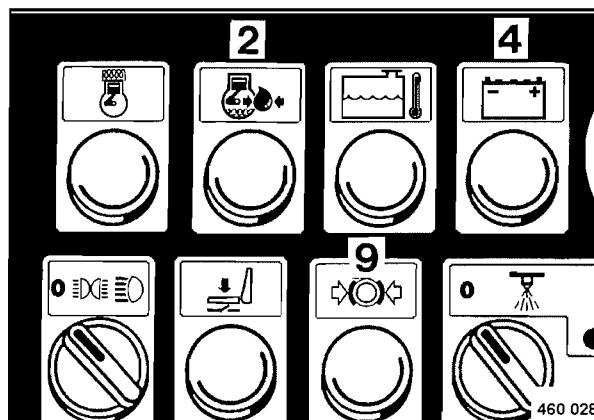

Fig. 39
Relucen la lámpara de advertencia de la presión de aceite 2 (Fig. 39), la lámpara de control de carga (4) y la lámpara de advertencia del freno de estacionamiento (9).